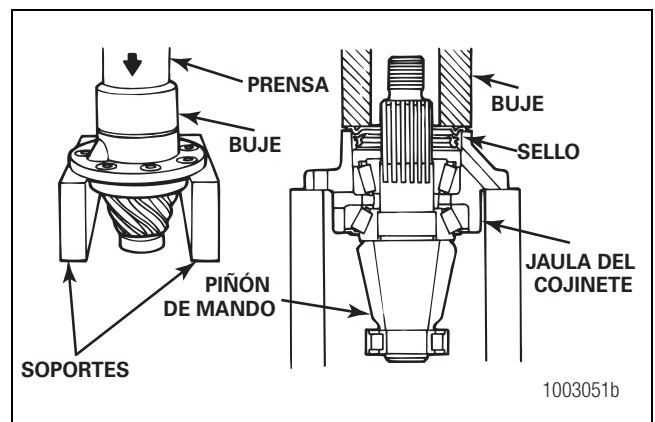

Figura 5.28
- C. Preense el sello hacia la jaula del cojinete. La brida del sello debe quedar plana contra la parte de arriba de la jaula del cojinete. Use un buje o un impulsor de sellos del tamaño correcto que se adapte contra la brida del sello metálico. El diámetro del buje o del impulsor debe ser mayor que el diámetro de la brida. Figura 5.28.